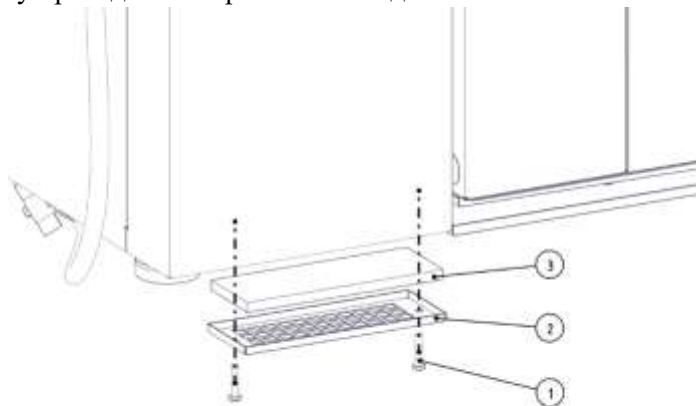

Рис. 26– Замена фильтра воздушного
Замену воздушного фильтра проводить в следующем порядке (рис. 26):
1. Открутите винты (поз.1, рис. 26) крепления крышки (поз.2, рис. 26);
2. Замените фильтр (поз.3, рис. 26);